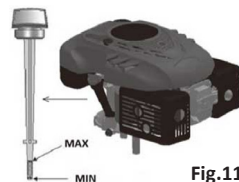

Fig.11
- Dopul de scurgere se află sub motor (Fig. 11 - elementul 1).
- Așezați un recipient adecvat sub motor pentru a colecta uleiul uzat și scoateți capacul. Înclinați mașina de tuns iarba astfel încât tot uleiul să se scurgă din rezervorul de ulei. După scurgerea uleiului, repuneți capacul în orificiu, asigurându-vă că este bine fixat, și ștergeți orice urmă de ulei vărsat (Fig. 11).
- Adăugați ulei SAE30 sau 15W-40 în rezervorul de ulei. Când indicatorul de nivel al uleiului este introdus în orificiu și înșurubat, nivelul uleiului trebuie să se afle între marcajele Min și Max (Fig. 11). Nu umpleți excesiv rezervorul.